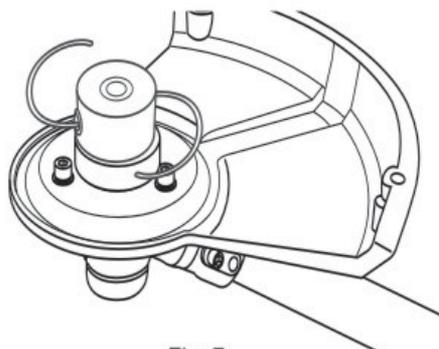

Fig. 7
2. Aligner la tête de désherbage dans la perche (Fig. 7).